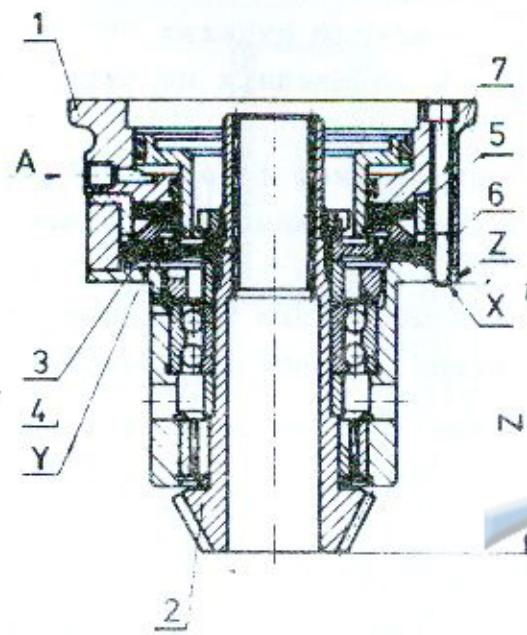

Рис. 29 Демонтаж входной шестерни
5. Демонтаж входной шестерни - рис.29
- б/ Извлечь корзину "5", наружные "3" и внутренние "4" пластины. Трубку в сборе "6" положить в сторону. Рис. 29.
в/ Монтаж шестерни в сборе - рис. 29
Z - расстояние между опорной поверхностью корпуса шестерни и торцом шестерни, замеренное после сборки шестерни в сборе, указываемое на фланце /см. рис. 29